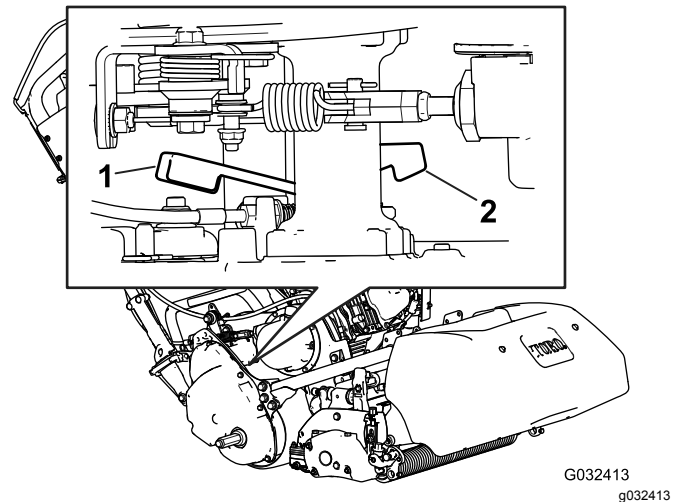

Figura 30
1. En la esquina derecha trasera de la máquina, localice la palanca de engranado/desengranado de la tracción junto al tambor del alojamiento de la transmisión (Figura 30).